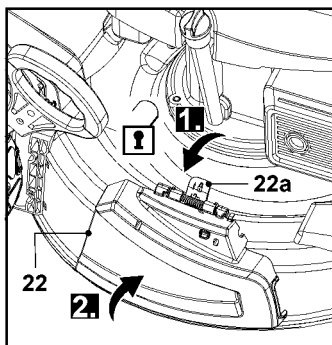

Рис. 18
2. Поверните защёлку (22a) вниз и удерживайте, чтобы снять ее (рис. 18, шаг 1).
3. Откройте боковое защитное устройство (22) и удерживайте его в нужном положении (рис. 18, шаг 2).